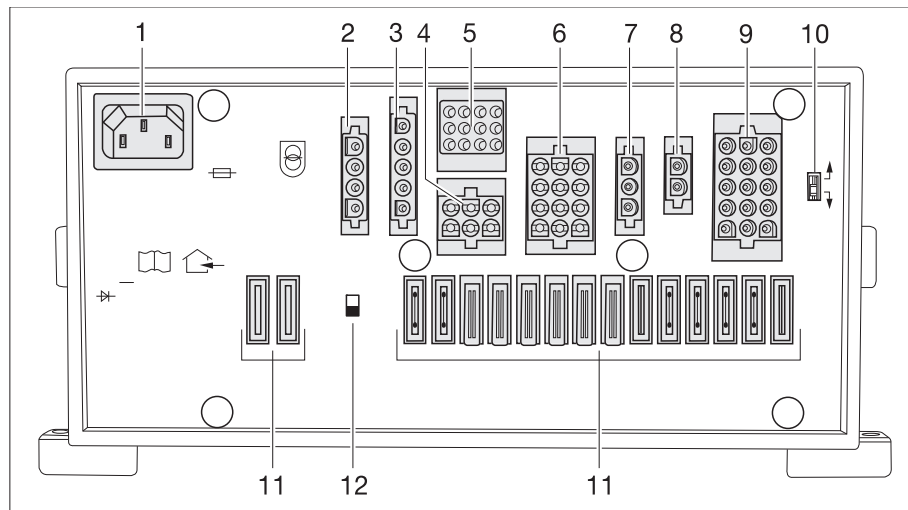

Fig. 241 Centralina elettrica (EBL 119)
- ▷ L'interruttore staccabatteria (Fig. 241,12) disconnette dalla rete a 12 V tutte le utenze collegate alla centralina elettrica.
- ▶ Se il selettore batteria (Fig. 241,10) è impostato scorrettamente, si può formare ossidrogeno. Pericolo di esplosione!
Con il selettore batteria (Fig. 241,10) il modulo caricabile nella centralina elettrica può essere impostato sul tipo di batteria dell'abitacolo incorporata nel veicolo ("al piombo-gel", "al piombo-acido" o AGM).